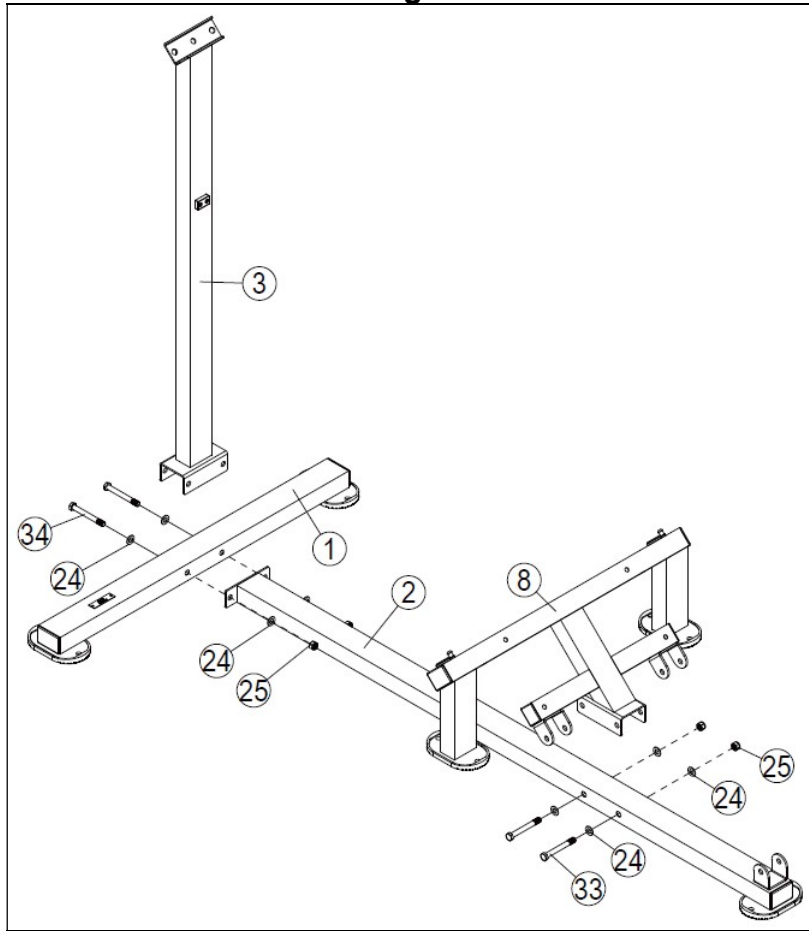

Fig.2
2.- Atornille la chapa (18) al soporte superior (17) y al soporte trasero (3) usando los tornillos (33), las arandelas (24) y las tuercas (25), Fig.2. No apriete los tornillos completamente.
Sítue las barras guía (12) al soporte inferior (8). Coloque el carro (6) en las guías (12) e inserte las barras guía (12) al soporte superior (17), Fig.2. Atornille las barras (12) usando los tornillos (30) y las arandelas (24). No apriete los tornillos completamente.
Retire el tornillo (B) del soporte inferior (8). Posicione la barra lateral derecha (10) en el soporte superior (17), luego posicione la barra (10) en el soporte inferior (8), vuelva a colocar el tornillo (B), empuje el casquillo (A) hacia arriba y apriete el tornillo del casquillo, Fig.2.
- 2.- Attach the plate (18) to the upper support (17) and to the rear frame (3) using the screws (33), the washers (24) and the nuts (25), Fig.2. Do not fully tighten the screws.
Insert the guide bars (12) into the lower support (8). Place the sliding frame (6) on the guide bars (12) and insert the guide bars (12) to the upper support (17), Fig.2. Fix the bars (12) using the screws (30) and the washers (24). Do not fully tighten the screws.
Remove the screw (B) from the lower support (8). Insert the right-side bar (10) into the upper support (17), then insert the bar (10) into the lower support (8), refit the screw (B), push the bushing (A) up and tighten the bushing screw, Fig.2.